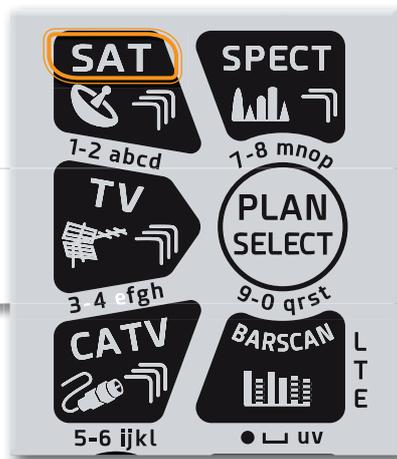

fig. 3
- Tourner la molette pour obtenir la valeur (fig. 3)
- Utiliser le clavier numérique pour saisir la fréquence, tourner la molette pour naviguer dans le menu (fig. 3)
- Tourner la molette jusqu'à la bonne valeur (fig. 3) ou sélectionner la valeur désirée (fig.2)
- Appuyer sur la molette pour confirmer (fig.3) ou toucher l'écran en dehors du menu déroulant (fig.3)